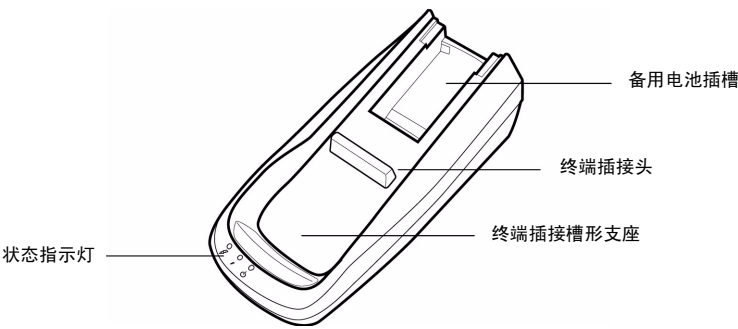
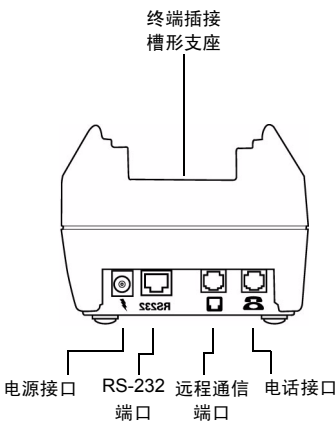

图 23 Omni 3600 基座功能部件：正面
图 24 Omni 3600 基座功能部件：背面（远程通信型号）
以下是 Omni 3600 基座的一些功能部件（图 23 和图 24）：
- 插接槽形支座：用于为 Omni 3600 终端（图 23）智能电池充电及数据传输。